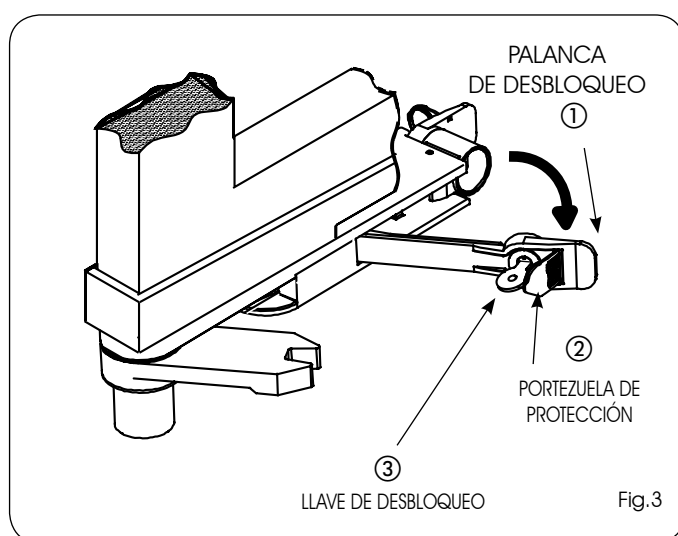

Fig.3
- 1) Abra la portezuela de protección (Fig.3 ref. ②).
- 2) Introduzca la llave de desbloqueo en la cerradura (Fig. 3 ref. ③) y gírela en sentido horario hasta el tope.
- 3) Tire de la palanca de desbloqueo hacia sí mismo (Fig.3 ref. ①).